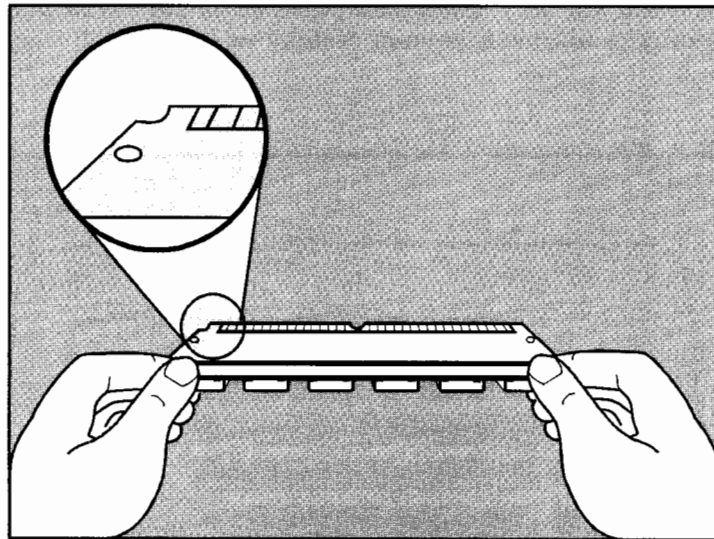

Figura 1-6. Cómo Preparar la Placa Para su Instalación
11. Retire la placa del paquete antiestático. Sostenga con sus dedos en los bordes próximos a los agujeros y con los pulgares por el borde posterior, como muestra la Figura 1-6. Gire la placa PostScript en SIMM de forma que la muesca quede al lado izquierdo, el borde metálico quede hacia la ranura de memoria y los chips hacia el lado inferior.